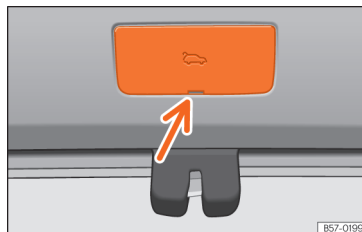

Abb. 63 Ausschnitt Gepäckraum: Zugang zur Notentriegelung
- Entfernen Sie die Abdeckung mit Hilfe des Schlüsselbarts » (Abb. 63).